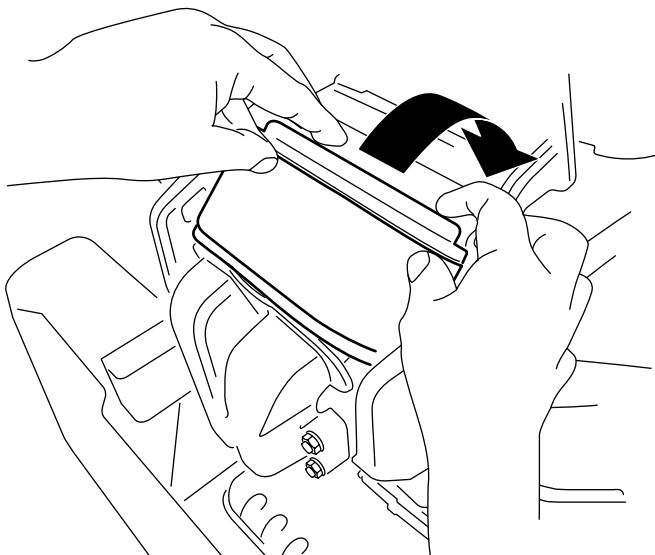

Figure 70
- Tournez le filtre pour l'insérer dans la chambre et enfoncez-le complètement contre le collecteur (Figure 70).